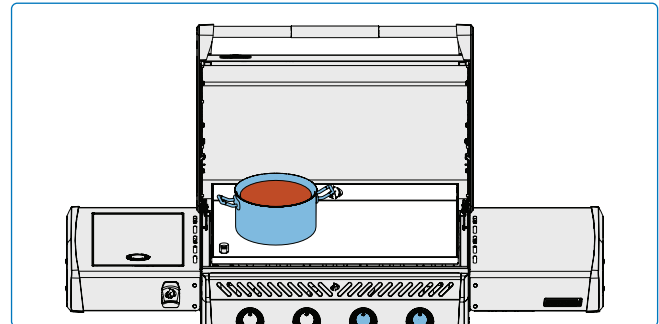

Fig. 10
- Utilice la placa de la plancha para derretir o calentar salsas. Coloque las ollas o sartenes a un lado a fuego bajo o medio. **(Fig. 10).**